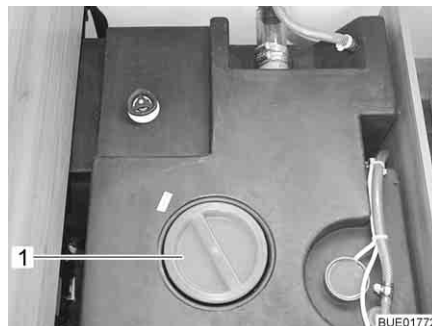

Fig. 266 Serbatoio dell'acqua con maniglia girevole
- Staccare il coperchio (Fig. 266,1) del serbatoio dell'acqua.